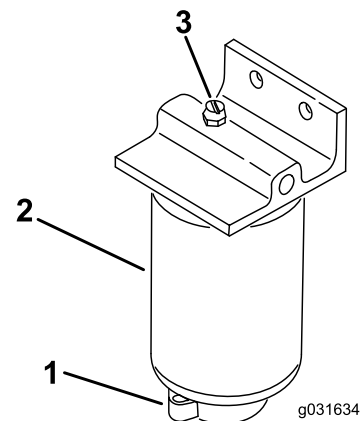

Figura 50
2. Afloje la válvula de vaciado en la parte inferior del filtro (Figura 50).
1. Limpie la zona de montaje del filtro (Figura 50).